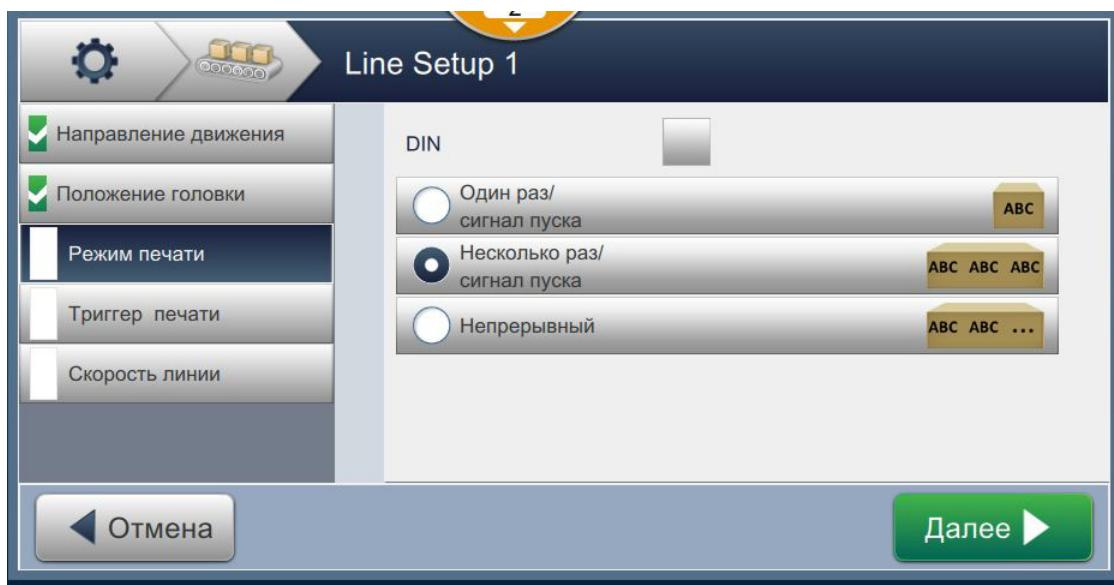

Рис. 6-30: Режим печати – множественный
2. Измените параметры на экране «Параметры», нажмите кнопку **Далее ►**, чтобы задать режим, как показано на Рис. 6-30.